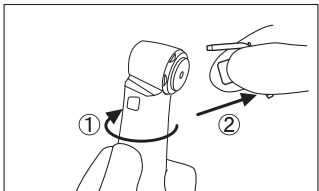

図15
- 4 ハンドピースを時計回りに回して①注水ノズルを取り外します②。(図15)